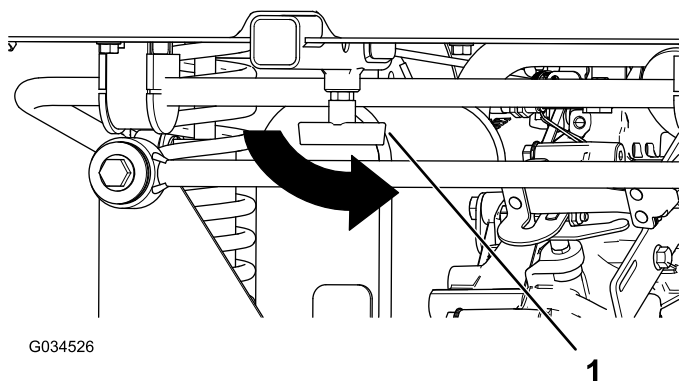

Рисунок 9
8. Затяните Т-образную рукоятку на трубе приемного устройства (Рисунок 9).